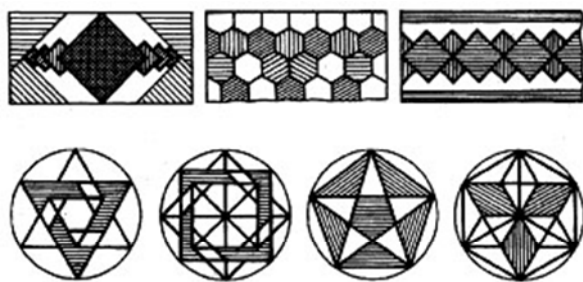

Рис. 69. Орнаменты
3. На формате A4 выполните один из вариантов орнамента, используя правила деления окружности на равные части. Размеры орнамента произвольные. По желанию можно разработать свой орнамент (рис. 69).